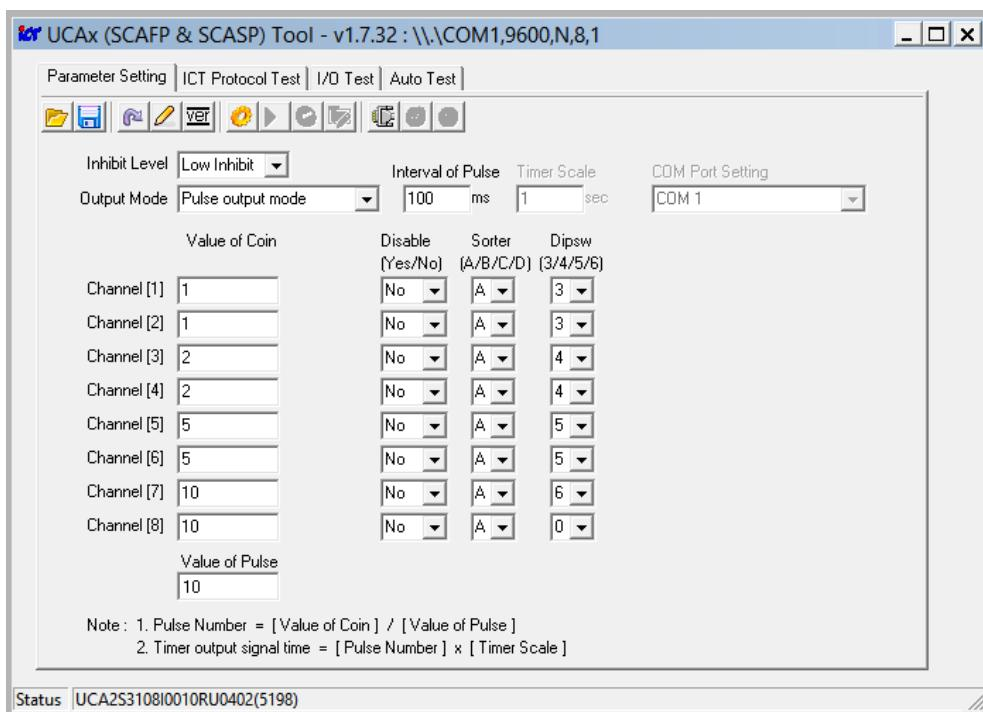

Рисунок 32. Внешний вид окна программы с установленными настройками (приведен пример конфигурации на прием суммы 10 рублей)
- На ПК установите и запустите приложение для настройки параметров картоприемника **«UCAx Tools»**. Внешний вид окна приложения показан на рис. 32, связь с монетоприемником устанавливается автоматически сразу после запуска приложения.
- нажмите кнопку  **Read current version from UCA1**, в строке **Status** будет показана текущая версия ПО – например, *UCA2S3801/0010(5198)* (см. рис. 32);
- в таблице в столбцах **Value of Coin**, **Disable**, **Sorter**, **Dipsw** установите для каналов монетоприемника (от 1-го до 8-го) номиналы монет и соответствующие им параметры, как показано на рис. 32.
5. В поле **Value of Pulse** введите сумму, которую необходимо внести пользователю для прохода (на рис. 32 показан пример суммы в 10 рублей).